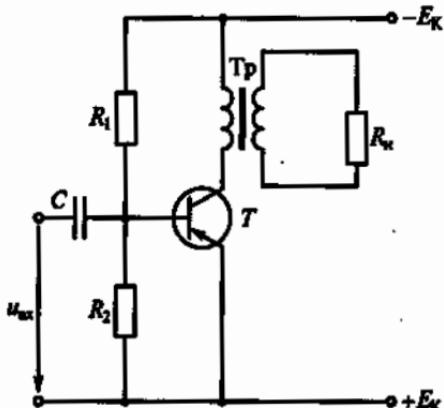

Рис. 204
8.20. На рис. 204 представлена схема однотактного транзисторного усилителя мощности с